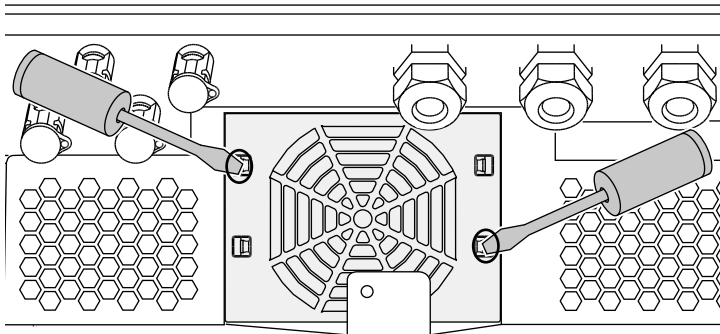

图 70：松开固定箍
3. 再借助另一把螺丝刀，向风扇中心推压固定箍。向前轻推风扇装置。➡ 图 70